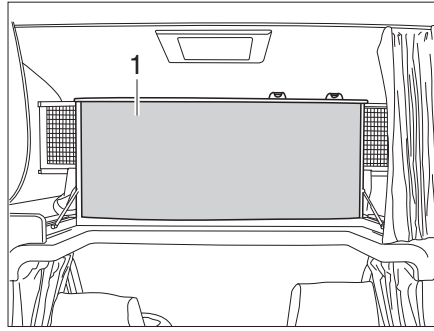

Fig. 114 Lit de capucine, rabattu vers le haut
- Rabattre vers le haut le lit de capucine (Fig. 114,1). Le lit de capucine est maintenu en position verticale par des ressorts à pression de gaz.